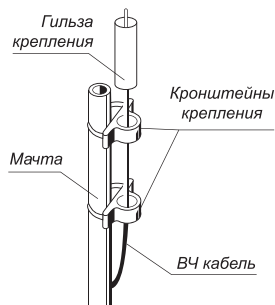

Рис.3
- Пропустите питающий ВЧ кабель через отверстия в кронштейнах крепления, снизу вверх и сквозь гильзу крепления со стороны противоположной резьбе (рис. 3).